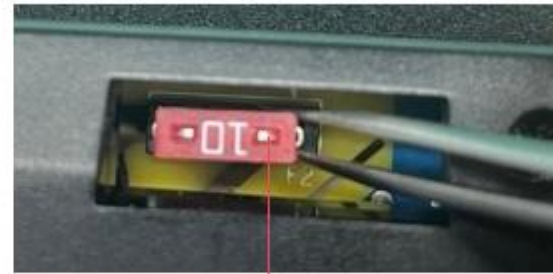

图 9-24 打开保险丝保护盖
2. 使用一字螺丝刀将示波器背面保险丝保护盖垂直翘起，如图 9-24